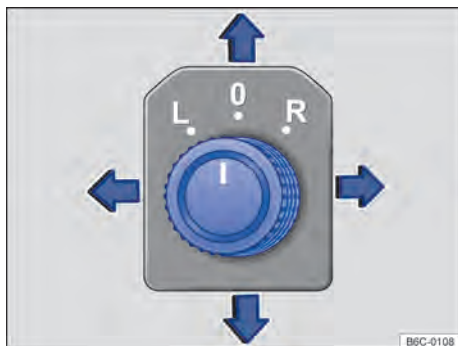

Fig. 85 Na porta do condutor: botão rotativo de ajuste dos espelhos retrovisores elétricos.
- Girar o botão rotativo na porta do condutor até o símbolo desejado → Fig. 85.